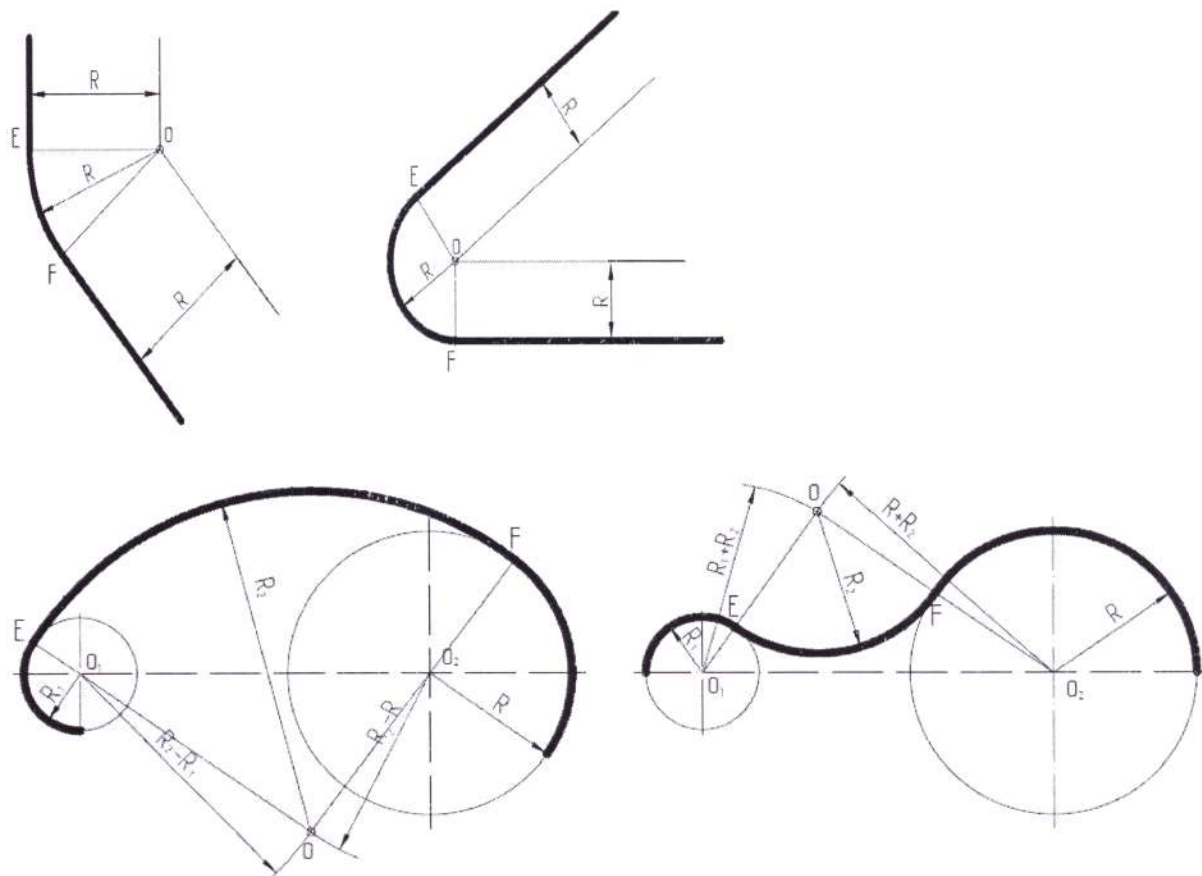

Рисунок 1
**Сопряжением** принято называть плавный переход прямой линии в дугу окружности или одной дуги в другую. Общая для этих линий точка называется *точкой сопряжения* (рис. 1.)